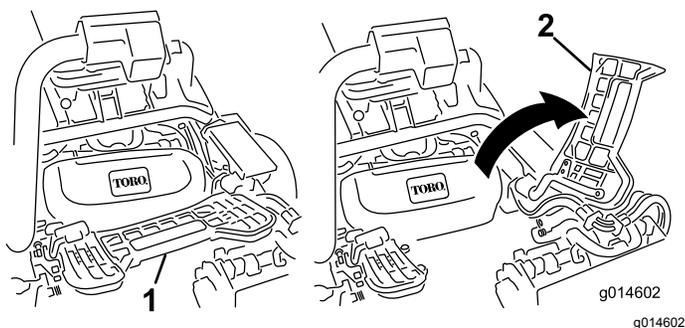

Рисунок 48
2. Поднимите и поверните вверх подножку, открывая доступ к центральному режущему блоку (Рисунок 48).